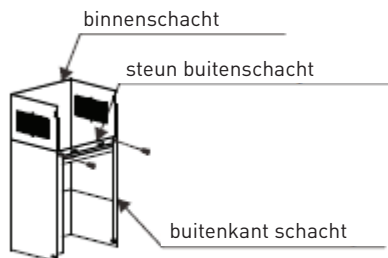
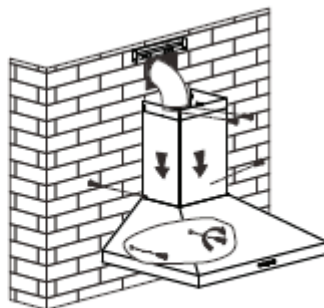

Afbeelding 3
Afbeelding 4
4. Plaats de convertor en de expansieleiding in de afzuigkap. Zie afbeelding 3. Plaats dan de afzuigkap op de haak en maak vast met 2 veiligheidsschroeven ST4*30 mm (zie afbeelding 4 en 6) (expansieleiding niet inbegrepen).